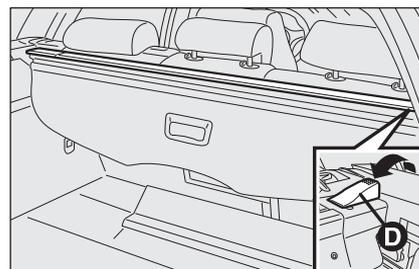

fig. 22
ATTENZIONE Per togliere la tendina arrotolarla e verificare che anche la rete di separazione abitacolo (per versioni/mercati, dove previsto) sia arrotolata (vedere paragrafo seguente), quindi sollevare verso l'alto la leva **D-fig. 22**. Sollevare e sfilare la tendina dal bagagliaio.
- mantenendo la leva **D-fig. 22** sollevata inserire la tendina nell'apposita sede sul lato destro;